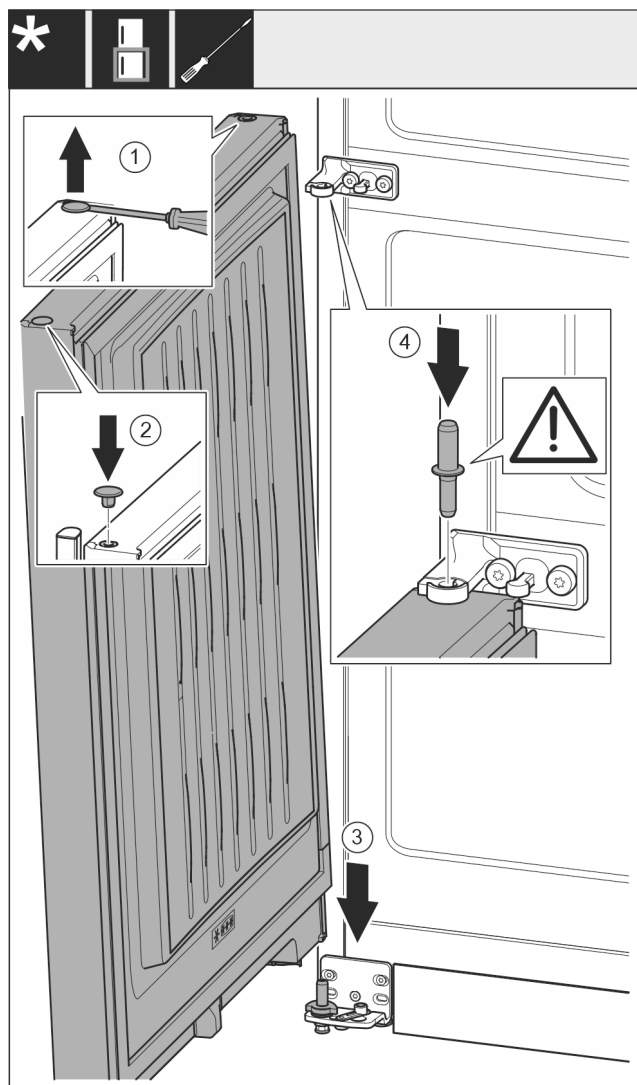

Fig. 23
- ▶ Zátku Fig. 23 (1) opatrně nadzvedněte plochým šroubovákem a vytáhněte.
- ▶ Zátku Fig. 23 (2) opět vložte na druhé straně dveří.
- ▶ Dveře Fig. 23 (3) nasadte shora na dolní ložiskový čep.
- ▶ Prostřední ložiskový čep Fig. 23 (4) vložte do dolních dveří přes prostřední stojan ložiska. Přitom dávejte pozor, aby zajišťovací vačka směřovala dozadu.